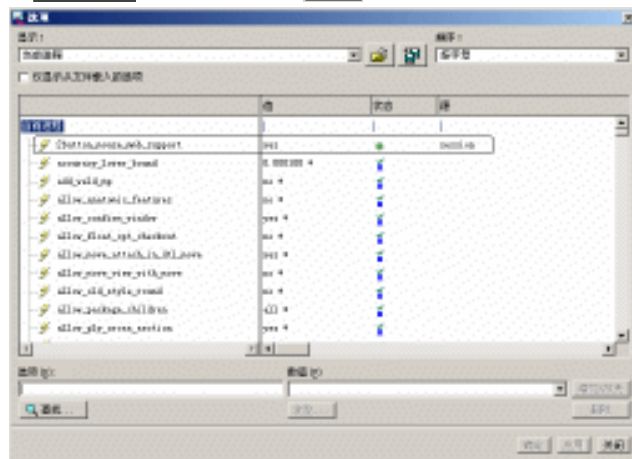

图1-10 单击应用按钮后的【选项】对话框
- 3 在【当前进程】下选择“2button_mouse_mmb_support”选项，在【数值】栏选“yes”，单击增加/改变按钮后，单击应用按钮，结果如图 1-10 所示。